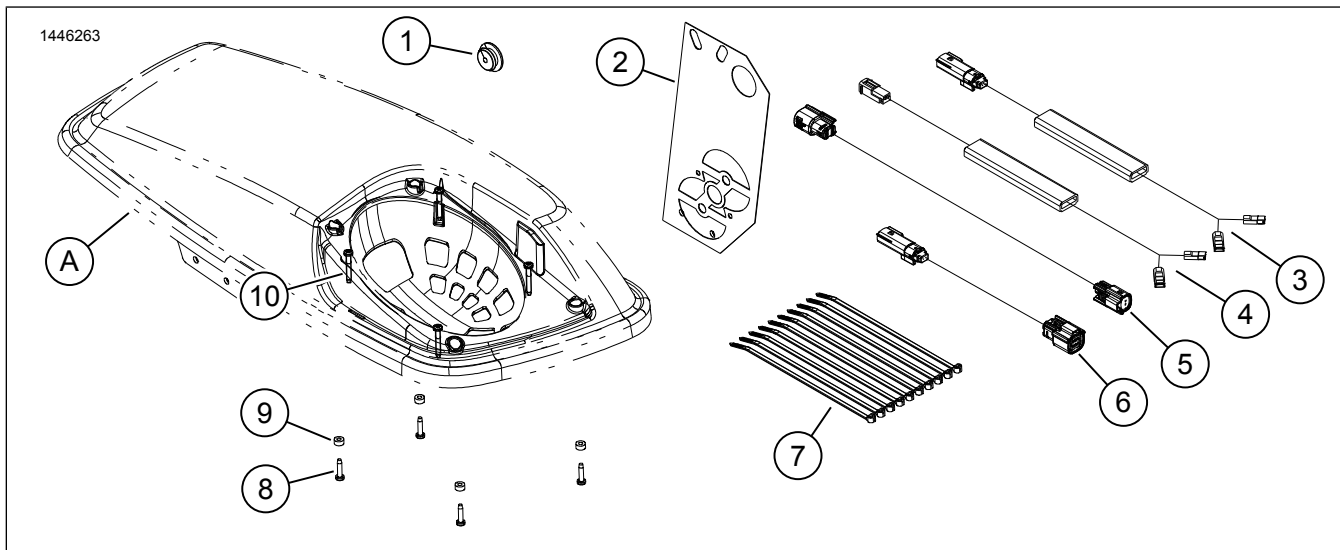

Figura 10. Piese de service, difuzoare din partea inferioară a carenajului
- Figura 10 Utilizați șuruburile și garniturile inelare din componentele difuzorului (8, 9, 10) pentru a instala difuzoarele.